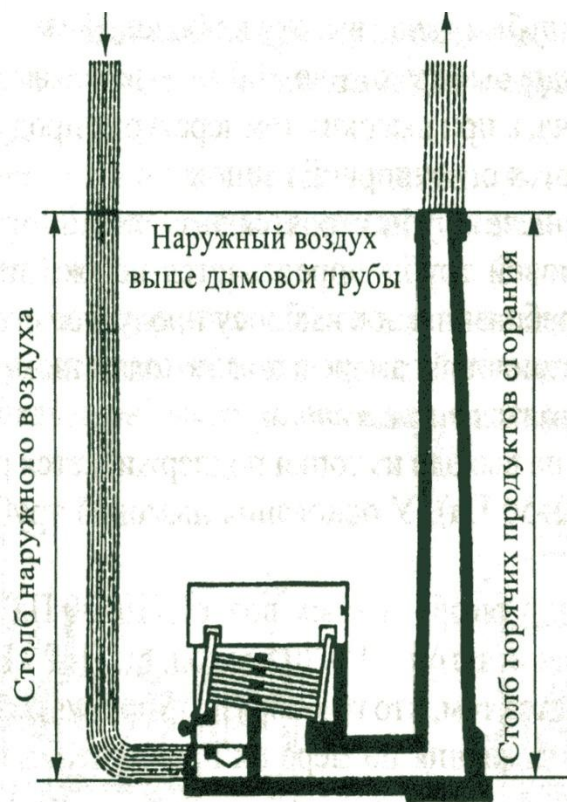

Рис. 29. Схема естественной тяги
- Естественная тяга *возникает за счет* дымовой трубы (рис. 29), а искусственная создается дымососом.